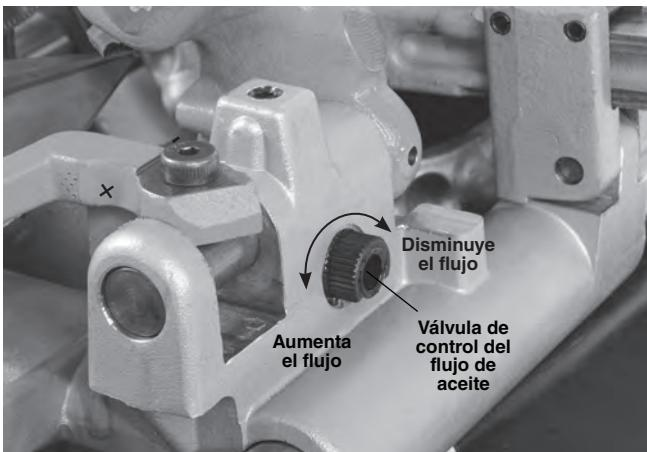

Figura 4 – Ajuste del flujo de aceite de corte
- Coloque el cabezal de terrajas en la posición de uso. Pise el interruptor de pie y manténgalo oprimido. Verifique que fluya aceite por el cabezal de terrajas. Quite el pie del interruptor. El flujo de aceite se puede ajustar mediante la válvula de control en el carro (*Figura 4*). Si gira la perilla hacia la derecha, disminuye el flujo; si gira la perilla hacia la izquierda, aumenta el flujo. No ajuste la válvula cuando la máquina esté andando. Si es necesario,